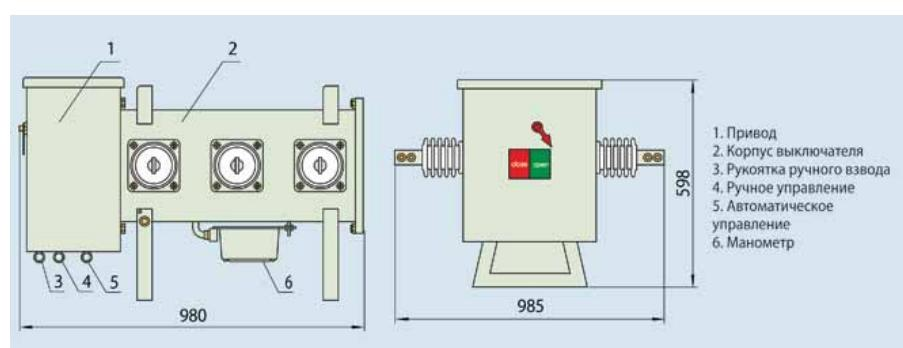

Рис. 6.1 Внешний вид и размеры выключателя LW3-12
6.1 Внешний вид выключателя LW3-12 (см. рис. 6.1)